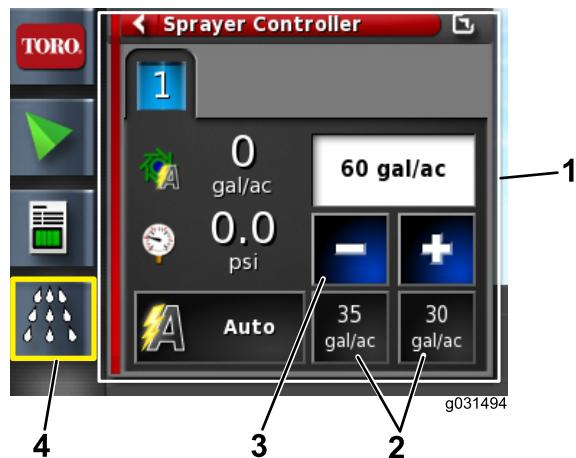

Figura 42
4. Se il volume non è corretto, modificate lo premendo le icone dei Volumi preimpostati, poi premete le icone di Decremento e Incremento per modificare il volume, oppure selezionate il campo del volume attuale e inserite il volume di applicazione mediante il tastierino numerico (Figura 42 e Figura 43).